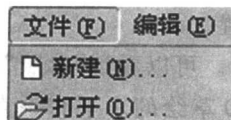
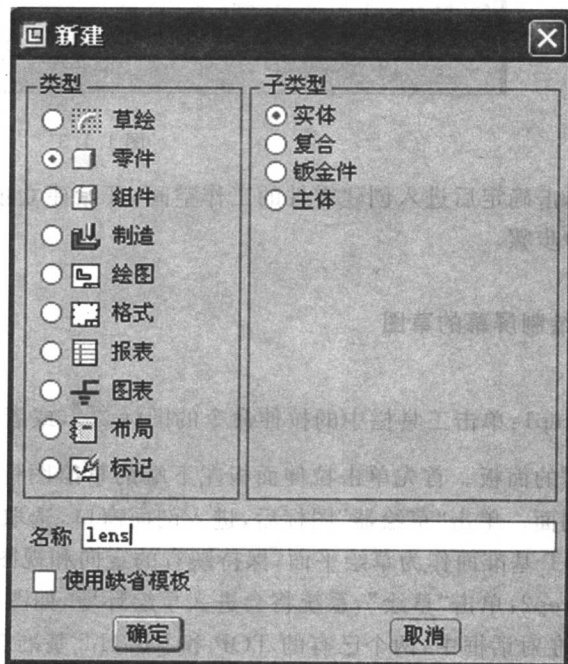

图 1.1.1
图 1.1.2
Step2: 选取新建命令, 在工具栏中单击新建文件的图标 , 或者选择如图 1.1.1 所示的下拉菜单 **文件(F)**, 再选择其中的 **新建(N)...** 命令。完成本步操作系统弹出如图 1.1.2 所示的文件“新增”对话框。
Step3:选取文件类型和子类型。选中图 1.1.2 中的 **类型** 选型组中的 ☐ **零件**、**子类型** 选项组中的 **子类型**。
Step4:键入文件名。在图 1.1.2 中,在“名称”文本栏中键入文件名 lens。